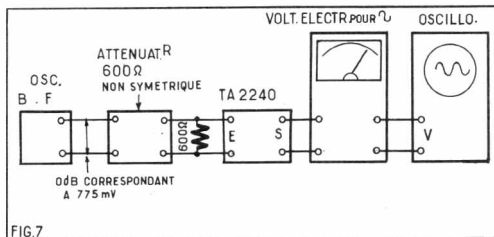

FIG. 7
1. Placer le commutateur FUNCTION (2) ou FUNCTION (1) dans la position désirée.
2. Effectuer le montage de la figure 7. Régler l'oscillateur BF sur 1 kHz et régler l'atténuateur pour obtenir à la sortie « FRONT REAR », + 2,2 dB. Ce niveau correspond au rapport 1,209 ce qui donne 0,775 . 1,288 = 1 V.
(a) Procéder aux mesures avec le montage de la figure 7. Signal à 1 kHz à l'entrée TAPE; régler l'atténuateur pour 3 V (11,8 dB) à la sortie REAR OUTPUT.
Préparation : Régler les trois potentiomètres des amplificateurs de retards, R₆₃₃, R₆₃₄ et R₆₃₆ en position maximum (réglages tournés à fond dans le sens des horloges) et effectuer les opérations suivantes : avec le montage de la figure 7 complété par celui de la figure 8; oscilloscope connecté aux bornes « DELAY-OUT ».
Avec le montage de la figure 7 appliquer un signal à 1 kHz à l'entrée « TAPE » et régler l'atténuateur pour obtenir 1 V (2,2 dB) à la sortie REAR OUTPUT; modifier la fréquence. On doit trouver : à 10 Hz une différence de niveau de 2,2 + 0 — 3 dB et à 100 kHz 2,2 + 0 — 5 dB.
Avant d'introduire le signal d'entrée dans les bascules, on doit d'abord les mettre en forme grâce à un trigger de Schmitt dont le schéma est représenté en figure 7.
d'une bascule de Schmitt semblable à celle de la figure 7 et, ensuite, d'un diviseur par 10 comme celui de la figure 2 mais sans le décodage ni la RAZ et d'un diviseur par 5 comme celui de la figure 2 auquel on supprime la première bascule (sans décodage ni RAZ non plus, évidemment).